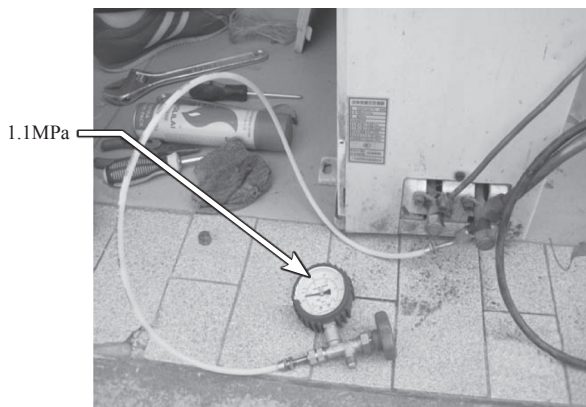

图 5-3 测三通阀压力
2) 在三通阀检修口接上压力表，显示为 1.1MPa，如图 5-3 所示。当时判断压缩机未运行。